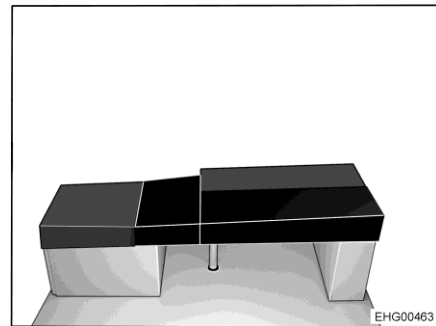

Bild 165 Efter ombyggnaden
- Placera den fyrkantiga extra dynan på bordet (se Bild 165).
- Placera den sneddade extra dynan på den L-formade sängbreddningen (se Bild 165).